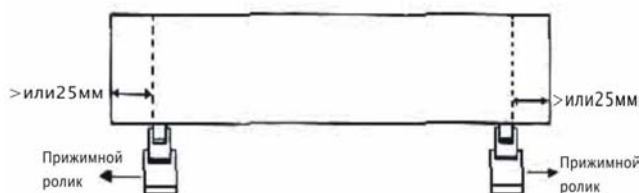

Рисунок 2-28
2. Если длина пленки превышает 4 м, то с правого и левого краев пленки нужно оставлять поля по крайней мере равные 25 мм (рис. 2-28).